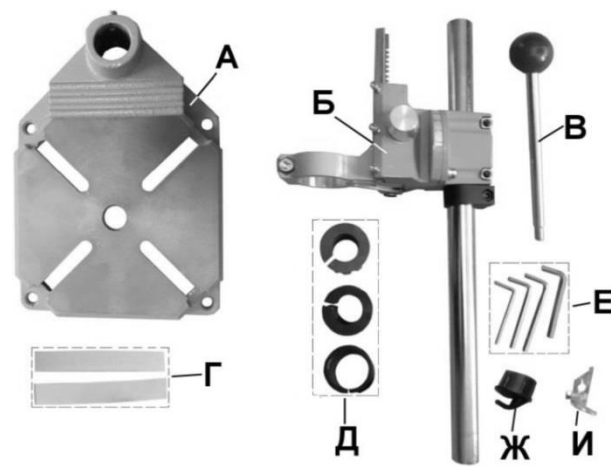

Рис.1
В комплект поставки входит (Рис. 1):
- 5.2. Установите дрель в предназначенный для этой цели хомут каретки (6) и закрепите ее фиксирующим винтом (5). При необходимости используйте переходные втулки (7) или пластины (Г), или их комбинации, рис. 1